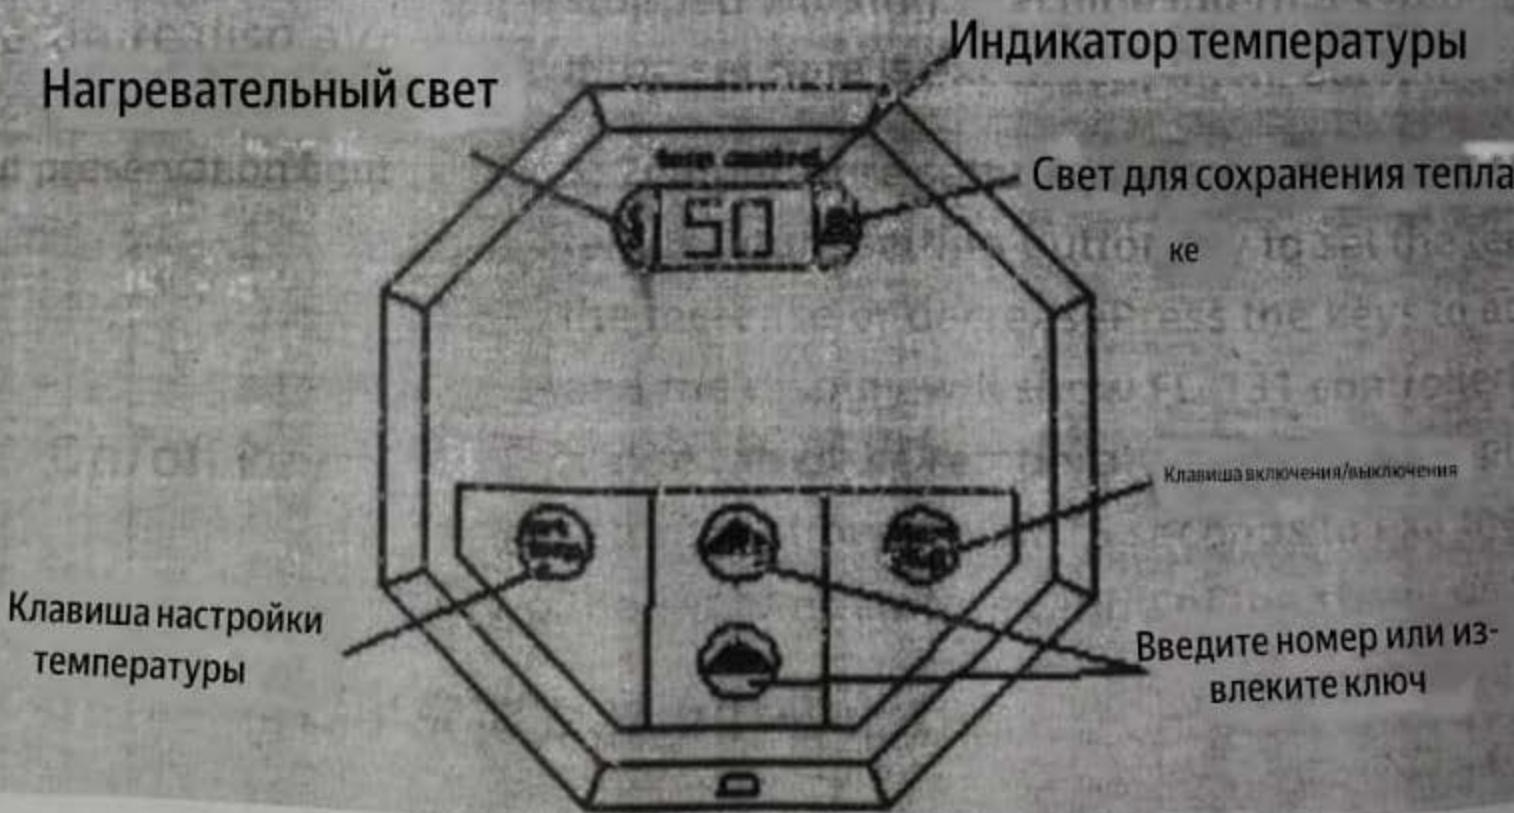

Рисунок 4
4. Ослабьте винты крышки аппарата и откройте крышку аппарата. Откройте глухое отверстие для ввода кабеля питания с правой стороны устройства (см. рис. 4). Отсоедините трехжильный кабель (2 подключения по 20 В) (два источника питания, один провод заземления) или пятижильный кабель (подключение 380 В) (четыре источника питания, один провод заземления), провод заземления, подключенный к машине СМ, представляет собой вечный слой кромки. Подсоедините провод заземления к желто-зеленому многожильному проводу в аппарате и подсоедините два провода питания к клеммам "N". "N" Соедините клеммы вместе или подсоедините четыре кабеля питания к клеммам, обозначенным "N", "L1", "L2" и "L3". соответственно. После установки устройства машина может быть запущена в эксплуатацию.